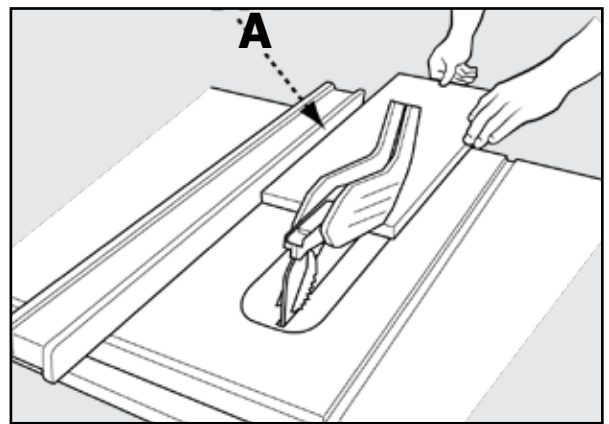

FIGURE 27
8. Tenir la pièce à plat sur la table et contre le guide (A). La pièce doit avoir un bord droit contre le guide et ne doit pas être déformée, tordue ou courbée. Voir la bonne position des mains à la figure 27.